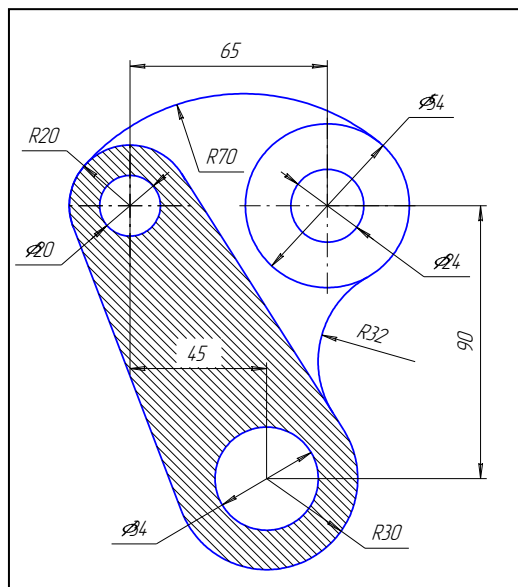

Рис. 65
Задание. Выполните чертеж детали «Шаблон», изображенный на рис. 65.
22. Используя чертеж детали на рис. 65 в качестве образца, проставьте все необходимые размеры.